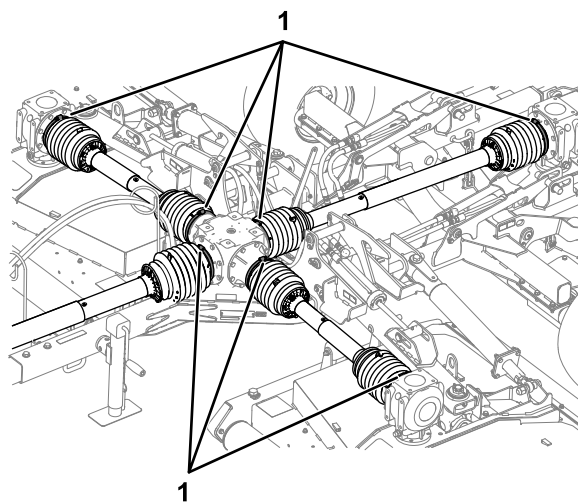

Рисунок 22
7. Убедитесь, что 7 шланговых хомутов надежно крепят кожухи приводных валов к среднему редуктору и редукторам дек (Рисунок 22).